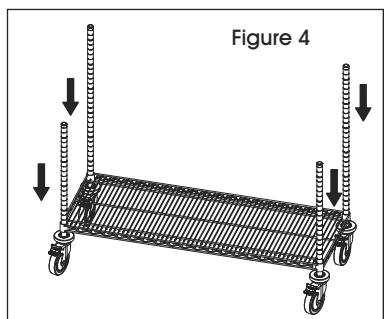

Figure 4
4. Ensure longer posts are in back and shorter posts are in front. Slide posts through underside of flat shelf until shelf slides firmly over supports. (See Figure 4)
4. Assurez-vous que les montants les plus longs sont situés à l'arrière et les montants les plus courts, à l'avant. Insérez les montants par le dessous de la tablette plate et faites glisser la tablette jusqu'à ce qu'elle s'appuie sur les supports. (Voir Figure 4)